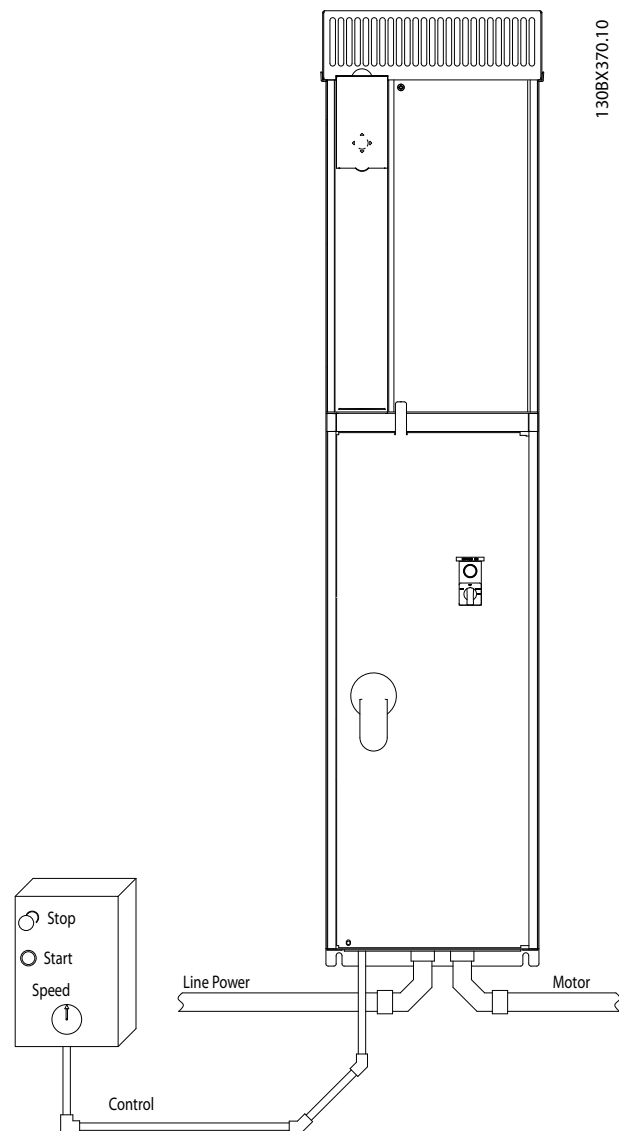

Abbildung 2.3 Beispiel für sachgemäße elektrische Installation über Kabelkanäle
- Da die Motorkabel Hochfrequenzstrom führen, ist eine getrennte Verlegung der Netzversorgung, der Motorkabel und Steuerleitungen wichtig. Verwenden Sie hierzu Kabelkanäle oder getrennte abgeschirmte Kabel. Siehe *Abbildung 2.3*. Die Nichtbeachtung dieser Vorgabe könnte die optimale Funktion des Frequenzrichters und anderer angeschlossenen Geräte beeinträchtigen.